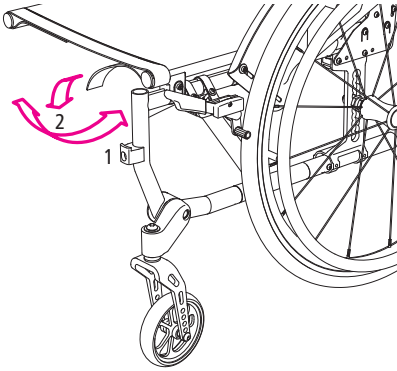

Abb. 10
1. Lösen Sie zunächst den Klettgurt vorne unten am Sitzpolster (1, Abb. 10) und danach den Gurt von den seitlichen Sitzrohren.
2. Sie können nun den Gurt nach hinten unter die Sitzfläche schlagen (2, Abb. 10). Dadurch ergibt sich eine Verringerung der Sitztiefe um 30 mm.